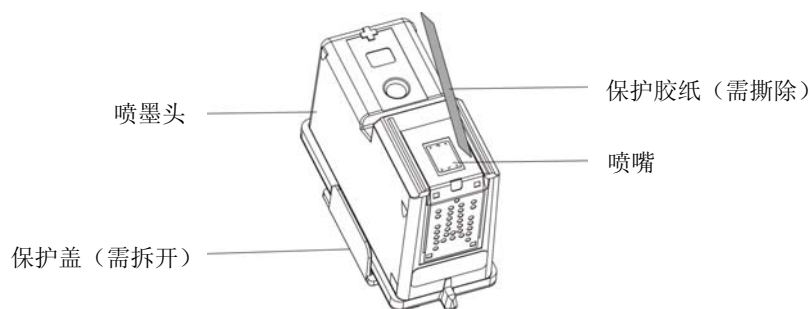

图 2-8 撕除喷墨头保护胶纸
- ② 从包装盒取出喷墨头，拆开喷墨头的保护盖，再撕除喷嘴上的保护胶纸（如图 2-8 所示）。